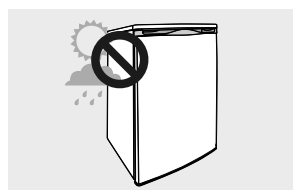

Figura 7
- Ubique el refrigerador lejos de la luz directa del sol y de fuentes de calor (estufa, calentador, radiador, etc.). Evite ubicar el producto en áreas húmedas. (figura 7)